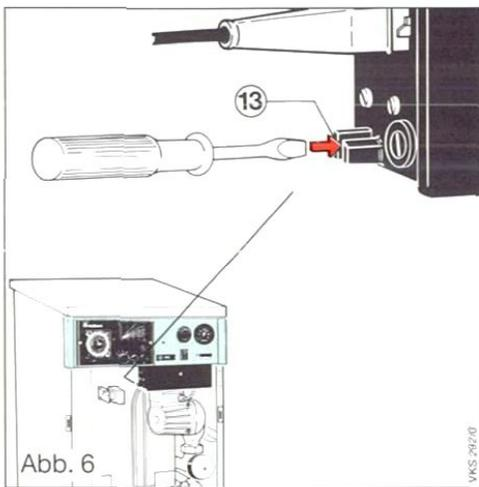

Abb. 6
- Ist die Variante A oder B anstelle des STB Abb. 6 vorhanden: